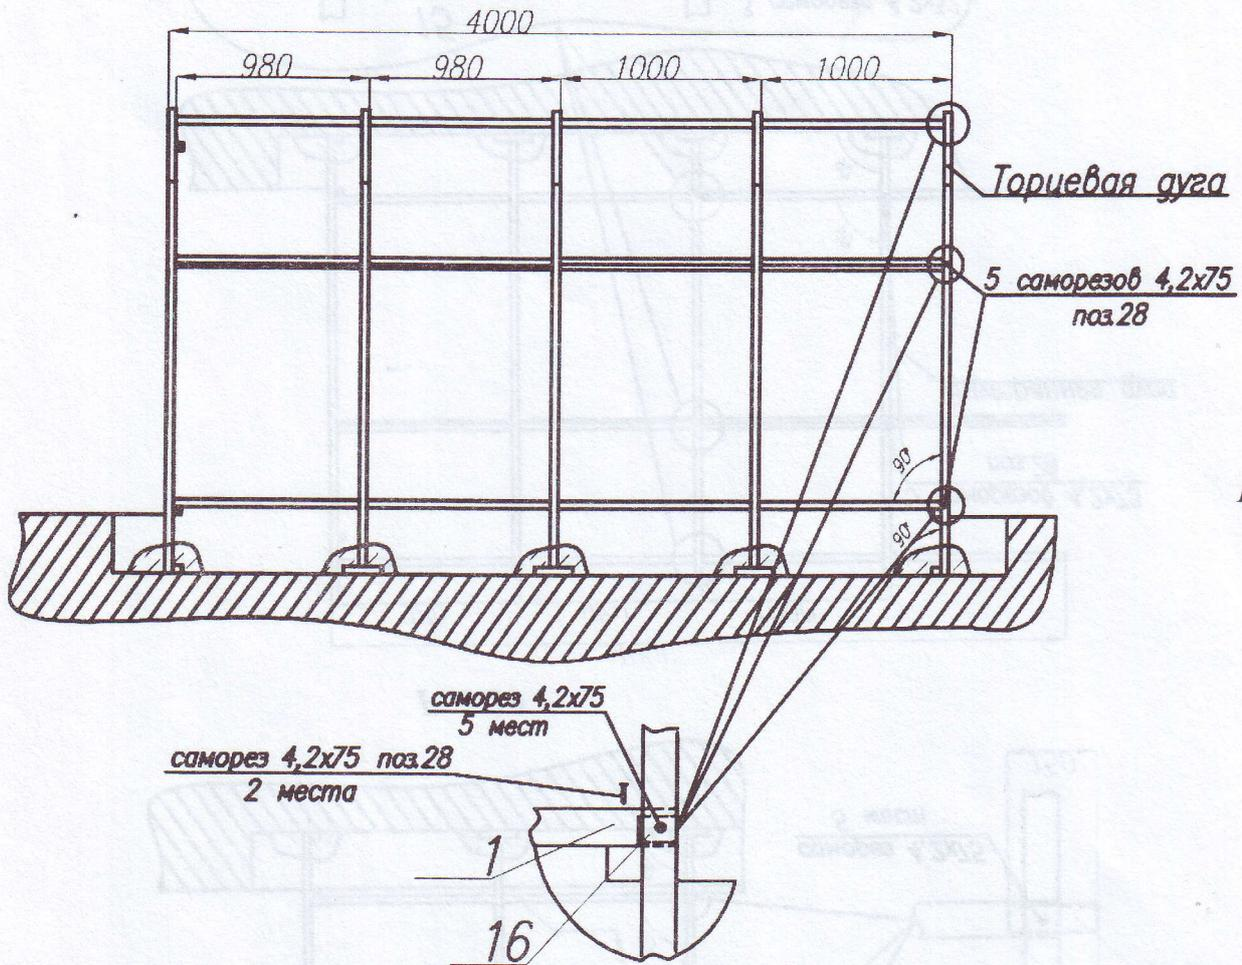

Рис.22
3.26. Установите вторую торцевую дугу. Вставьте в окончания соединителей 1 усиленные элементы 16 и прикрепите соединители к дуге и нижней стяжке торцевой дуги (рис. 22).